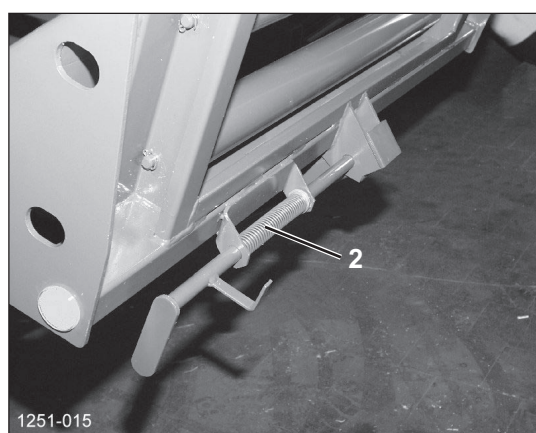

Рисунок 39
- ❑ Разблокируйте скатный лоток для тюков вручную: потяните щеколду [2] назад (Рисунок 39).
- ❑ Опускайте скатный лоток для тюков до тех пор, пока он не окажется на одной линии с дном канала прессования (Рисунок 39).